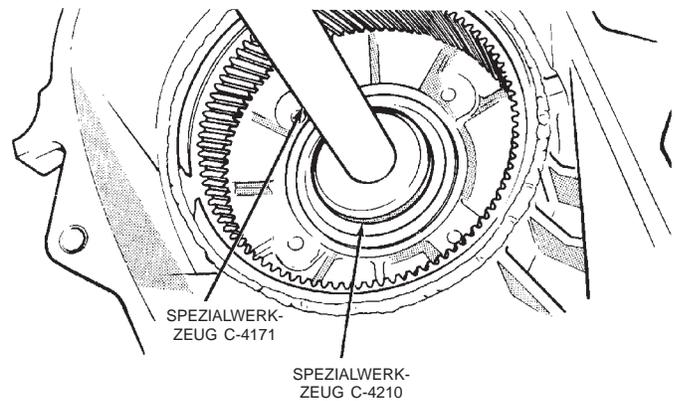
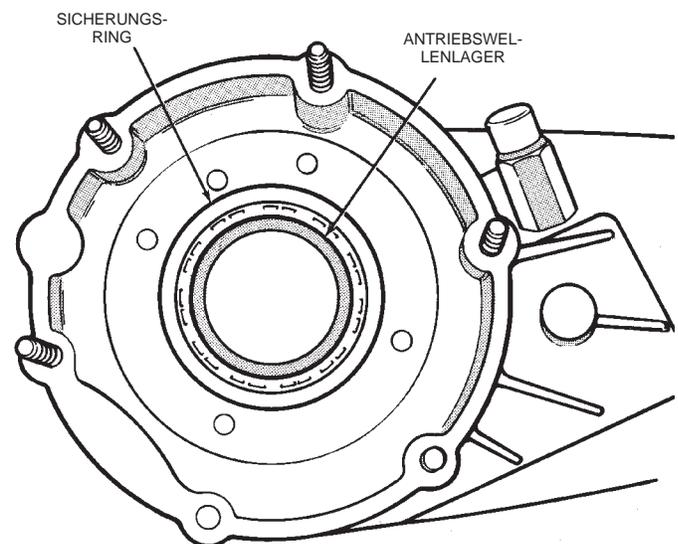

Abb. 49 Antriebswellenlager ausbauen
Abb. 50 Eintreiben des Antriebswellenlagers
(9) Das Antriebswellenlager mit Ausbauwerkzeug C-4210 und Griffstück C-4171 von innen aus der Gehäuseöffnung für das Hohlräder treiben (Abb. 49).
(10) Den Bundring auf das neue Lager aufsetzen.
(11) Das Gehäuse so abstützen, daß die vordere Gehäusehälfte nach oben zeigt.
(12) Mit Ausbauwerkzeug C-4210 und Griffstück C-4171 das Antriebswellenlager in das Gehäuse einreiben. Der Bundring muß vollständig am Gehäuse anliegen (Abb. 50).